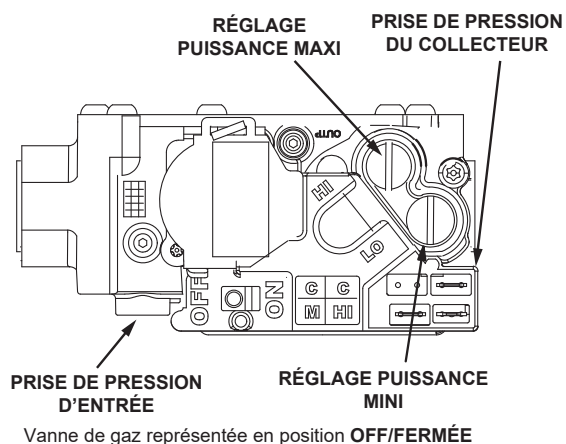
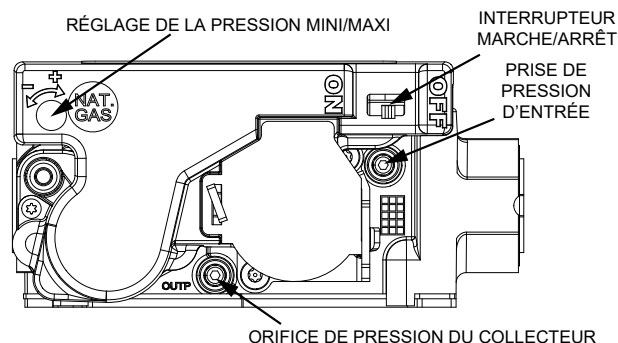

FIGURE 30
FIGURE 31
- 5 - Mettez l'interrupteur de la vanne de gaz sur **OFF/ FERMÉE**. Reportez-vous à la FIGURE 30 et à la FIGURE 31.
- 6 - Attendez cinq (5) minutes pour vous assurer que tout le gaz a eu le temps de se dissiper. En cas d'odeur de gaz, **ARRÊTEZ!** Appelez immédiatement le fournisseur du gaz depuis chez un voisin et conformez-vous à ses instructions. S'il n'y a pas d'odeur de gaz, passez au point suivant.
- 7 - Mettez l'interrupteur de la vanne de gaz sur **ON/OUVERTE**. Reportez-vous à la FIGURE 30 et à la FIGURE 31.
Sur la vanne White Rodgers 36J54 (FIGURE 30), la pression d'alimentation peut être mesurée en retirant la vis à tête hex. de 1/8 po. Retirez la vis à tête hex de 1/8 po et installez un raccord ébarbé. Connectez un tube entre le raccord ébarbé et l'appareil de mesure pour mesurer la pression d'alimentation.
Sur la vanne White Rodgers 36J27 (FIGURE 31), repérez la prise de pression d'entrée de 5/16" située sur le dessus de la vanne. À l'aide d'une clé hexagonale de 3/32 pouces, tournez la vis de la prise de pression de sortie d'un tour dans le sens inverse des aiguilles d'une montre. Enfilez un morceau de tuyau de 5/16" de diamètre intérieur sur la prise et acheminez-le jusqu'à l'appareil de mesure. Ouvrez la vanne d'alimentation principale manuelle.
Sur les vannes White Rodgers 36J54 (FIGURE 30), retirez le raccord ébarbé de pression d'alimentation et remettez la vis à tête hex de 1/8 po.
Sur la vanne White Rodgers 36J27 (FIGURE 31), retirez le tuyau de la prise. À l'aide d'une clé hexagonale de 3/32", tournez la vis de la prise de pression d'entrée dans
Pour mesurer la pression du collecteur avec une vanne White Rodgers 36J54 (FIGURE 30), retirez la vis à tête hex de 1/8 po, installez un raccord ébarbé de 1/8 po et installez un tube entre le raccord ébarbé et le côté « + » de l'appareil de mesure.
Pour la pression du collecteur avec une vanne White Rodgers 36J27 (FIGURE 31), repérez la prise de pression du collecteur de 5/16" située sur le dessus de la vanne. À l'aide d'une clé hexagonale de 3/32 pouces, tournez la vis de la prise de pression de sortie d'un tour dans le sens inverse des aiguilles d'une montre. Placez un tuyau de 5/16 pouces de diamètre intérieur sur la prise et acheminez-le jusqu'à l'appareil de mesure.